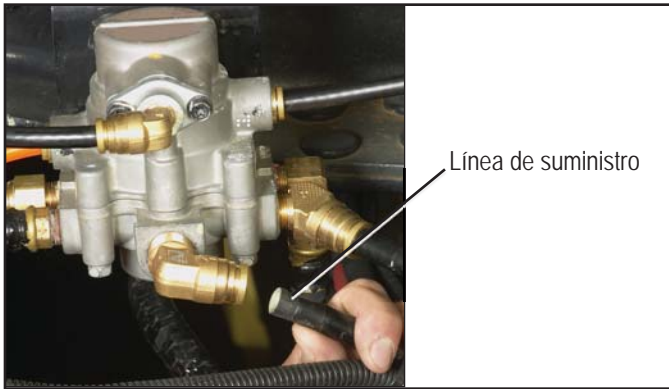

Figura 3 - DESCONEXIÓN DE LA LÍNEA DE SUMINISTRO
4. Retire la línea de suministro de 12,7 mm (1/2 pulg) de diámetro exterior del puerto de suministro de la válvula de retención simple externa. Vea la figura 3.